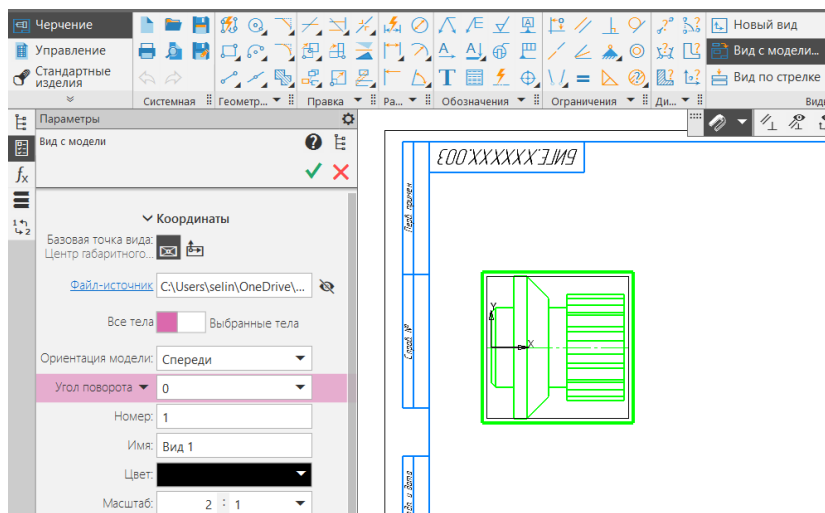

Рис. 11 Команда «Создать чертеж по модели»
- **Твердотельное моделирование – Чертеж – Создать чертеж по модели.** По умолчанию открывается формат А4 с основной надписью по ГОСТ 2.104–2006, форма 1. Установить масштаб изображения 2:1 (рис. 11).